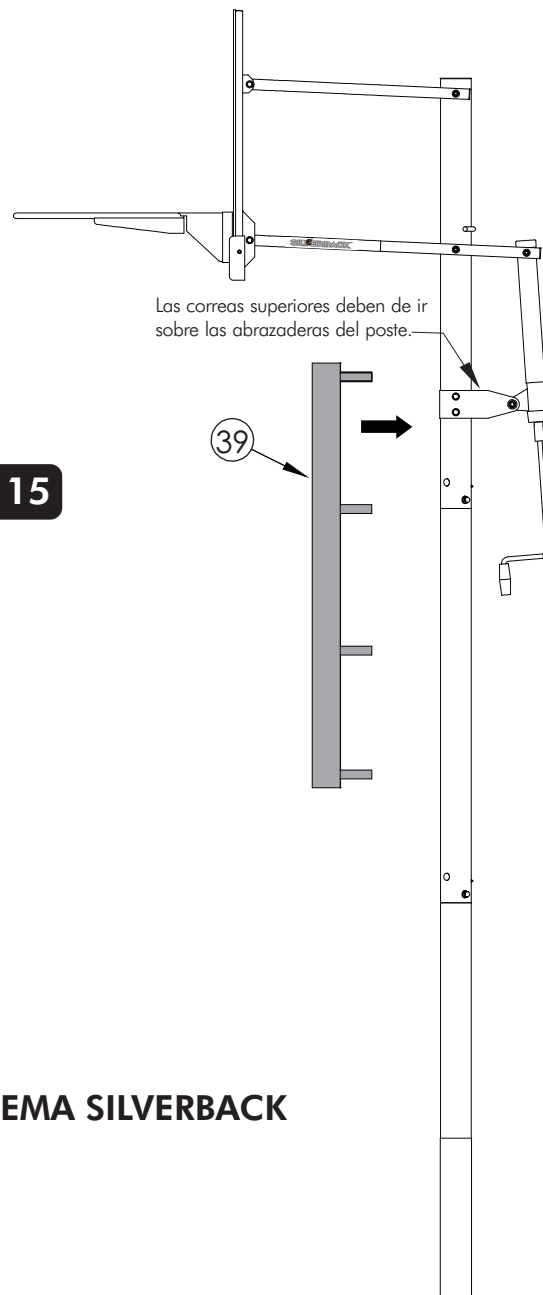

Figura 15
34. Coloque la almohadilla (#39) a la parte del frente del poste y asegúrela con las correas de velcro. Las correas de la parte superior de la almohadilla deben de estar arriba de las abrazaderas del poste. Vea la **Figura 15**.